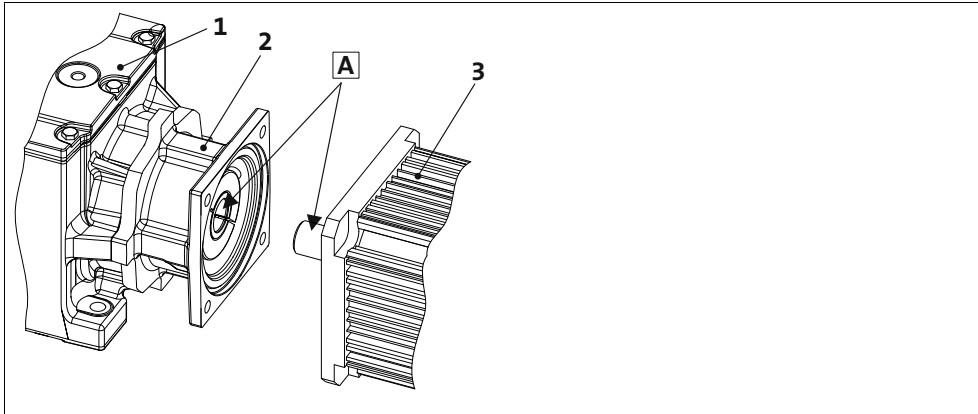

Abb. 4 Wellenflächen
- Hohlwellenbohrung und Motorwellenzapfen sorgfältig reinigen und entfetten, Abb. 4.